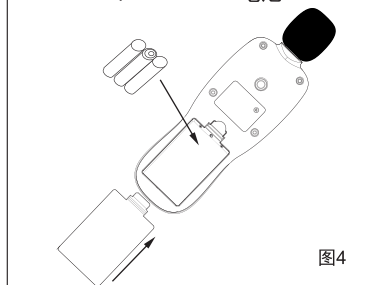

图4
- 1、打开电池盖, 装入3节1.5V AAA 电池, 如 (图4)。